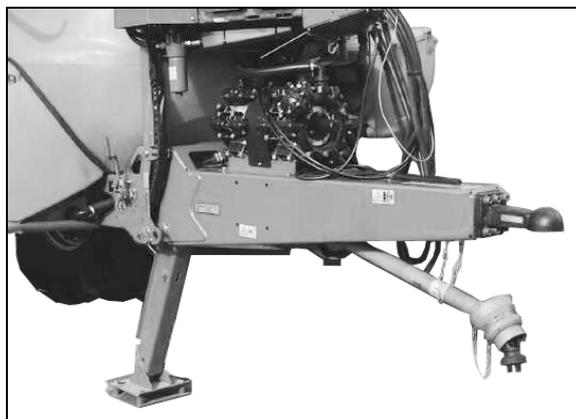

Рис. 42
- **дышло для тяговой серьги (Рис. 42)**